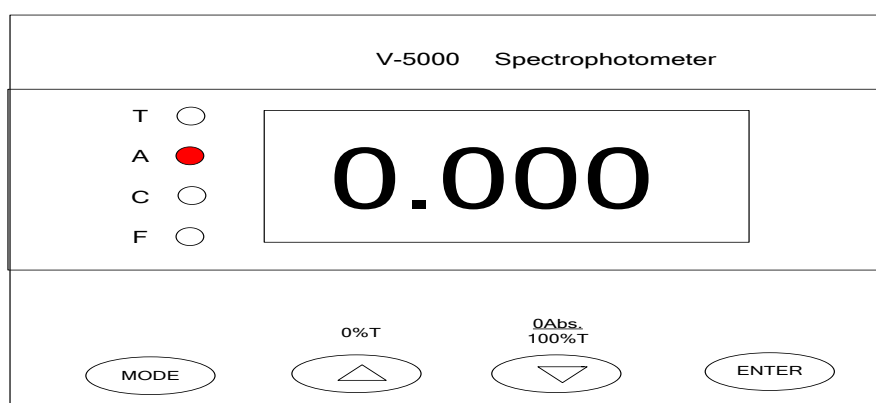
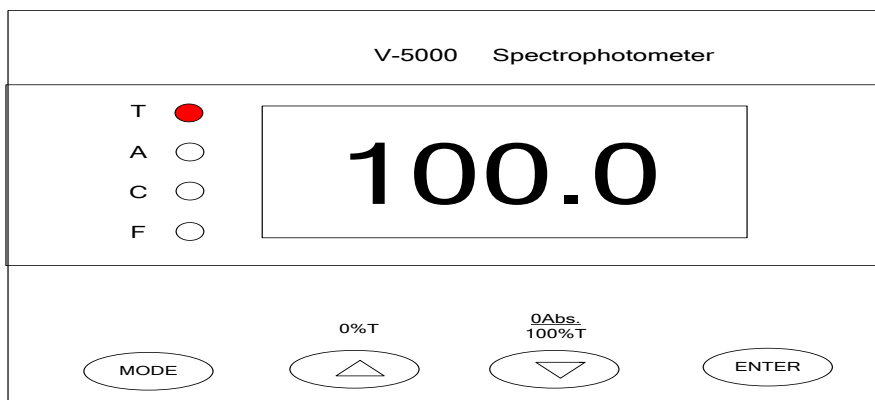

Fig.1-9
Fig.1-10
- En mode **A** ou **T**, fermez le compartiment de l'échantillon, appuyez sur la touche et l'écran affichera 0.000 (Fig.1-9) ou 100.0 (Fig.1-10).